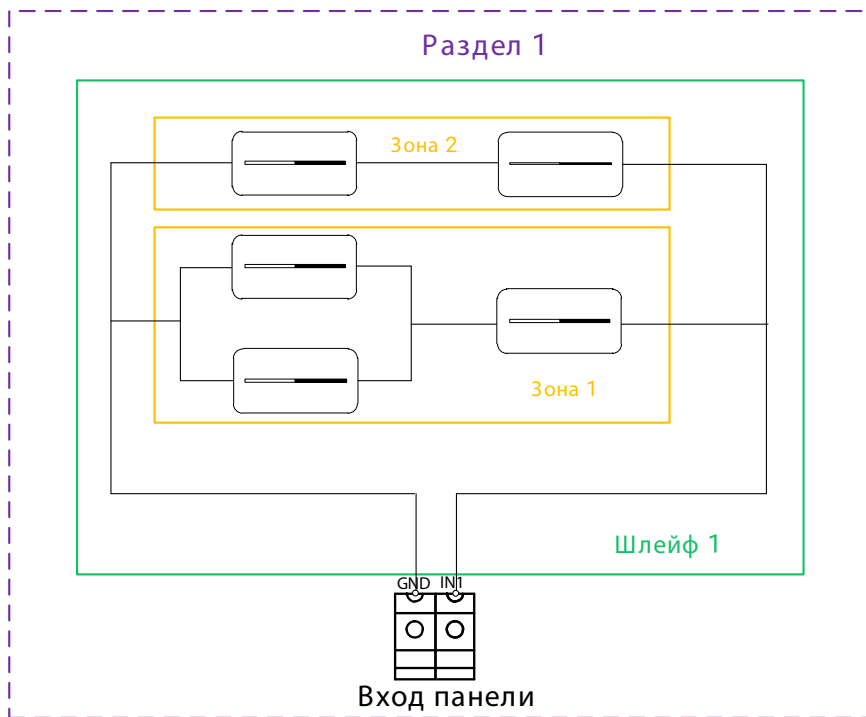

Рисунок 6. Пример формирования зон, шлейфов и разделов
- **Шлейф** - линия связи (провод), при помощи которой датчики подключаются к охранной панели. Шлейф может содержать одну и более зон (см. рис. 6).